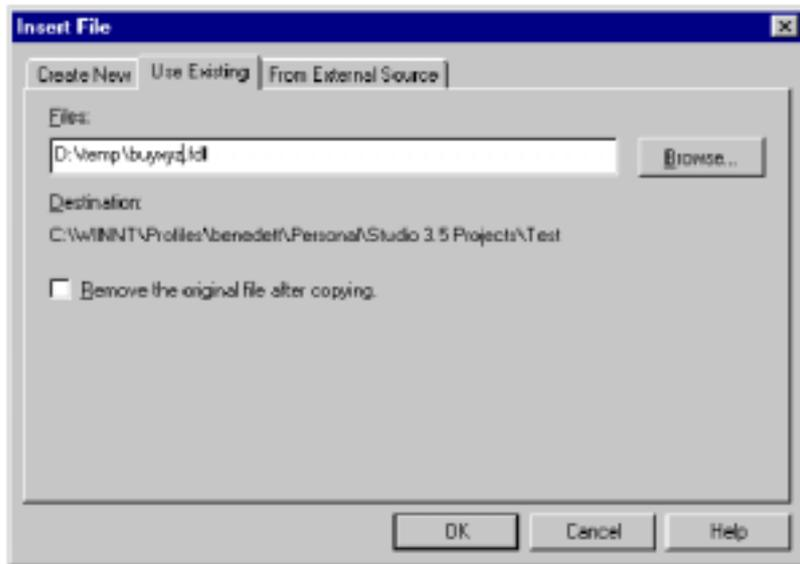

图 4-56 将 FDL 文件导入 WebSphere Studio
4. 选择使用现有（Use Existing）标签（如图 4-56 所示）。